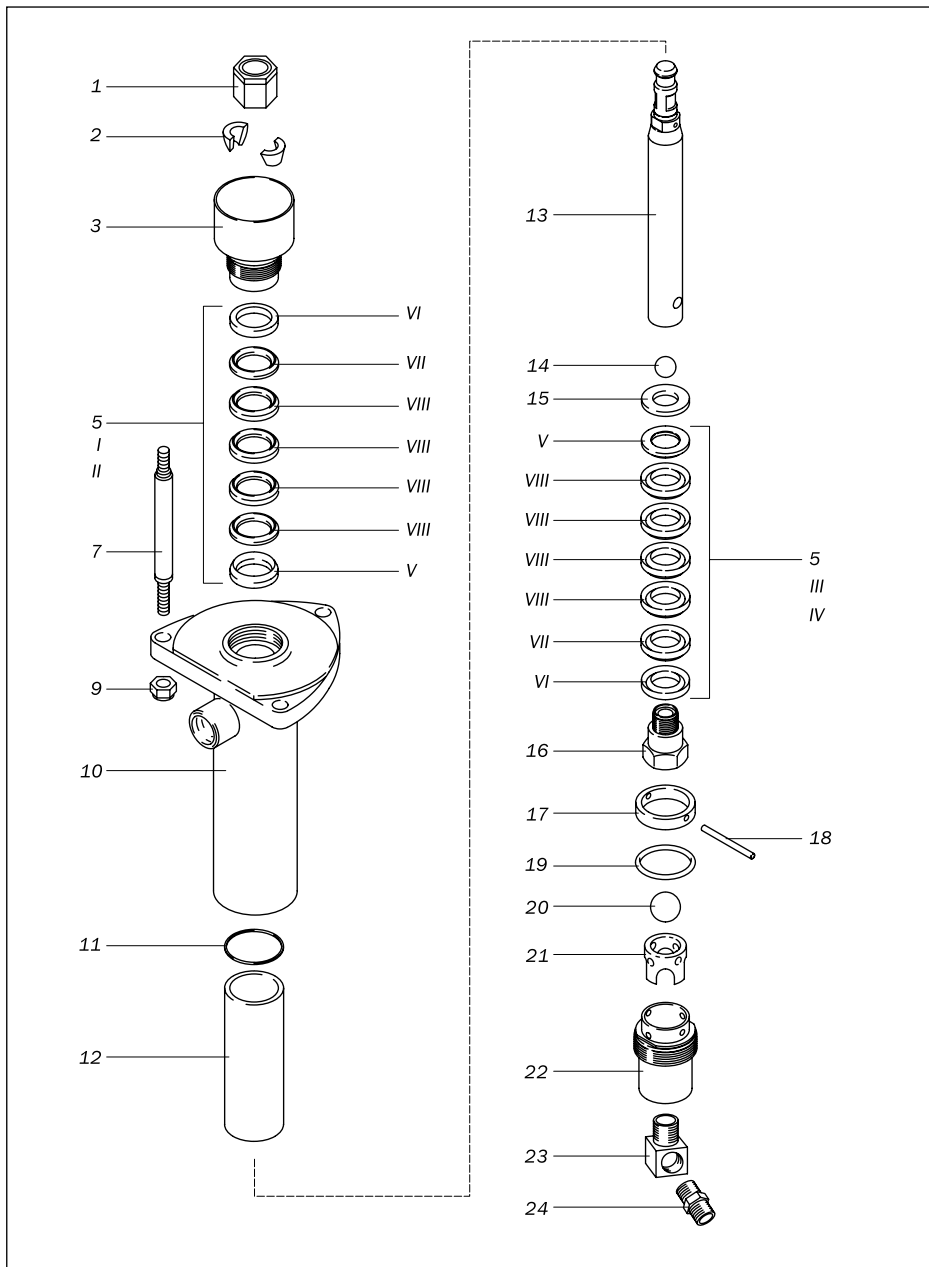

Рис. 9.2.1. Деталировочный чертёж насоса окрасочного аппарата.
### 9.2.1. Детализированный чертеж насоса окрасочного аппарата (рис. 9.2.1).
2. Ослабить герметизирующую втулку 3 (рис. 9.2.1).
4. Вывернуть корпус всасывающего клапана 23 (рис. 9.2.1).
2. Установите манжеты 5 (рис. 9.2.1) в корпус насоса 10 кромками вниз.
13. Затянуть герметизирующую втулку 3 (рис. 9.2.1). Момент затяжки 34–41 Н·м